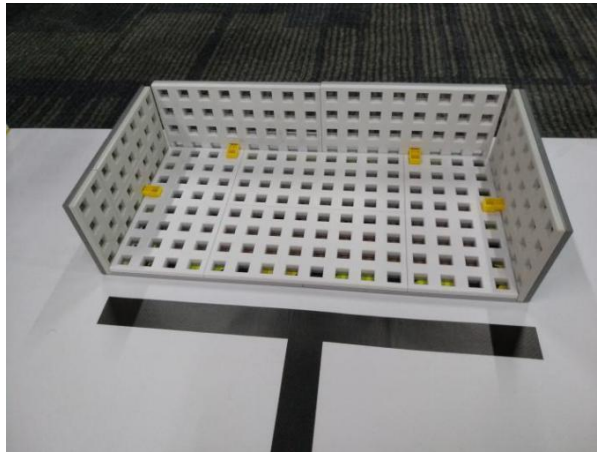

图 5 废料区
E. 顶盖/底座废料区：32cm×16cm 的长方形区域，区域内放置由平板搭建的废料盒，机器人需将零件的不合格品搬运到该区域（如图 5）。